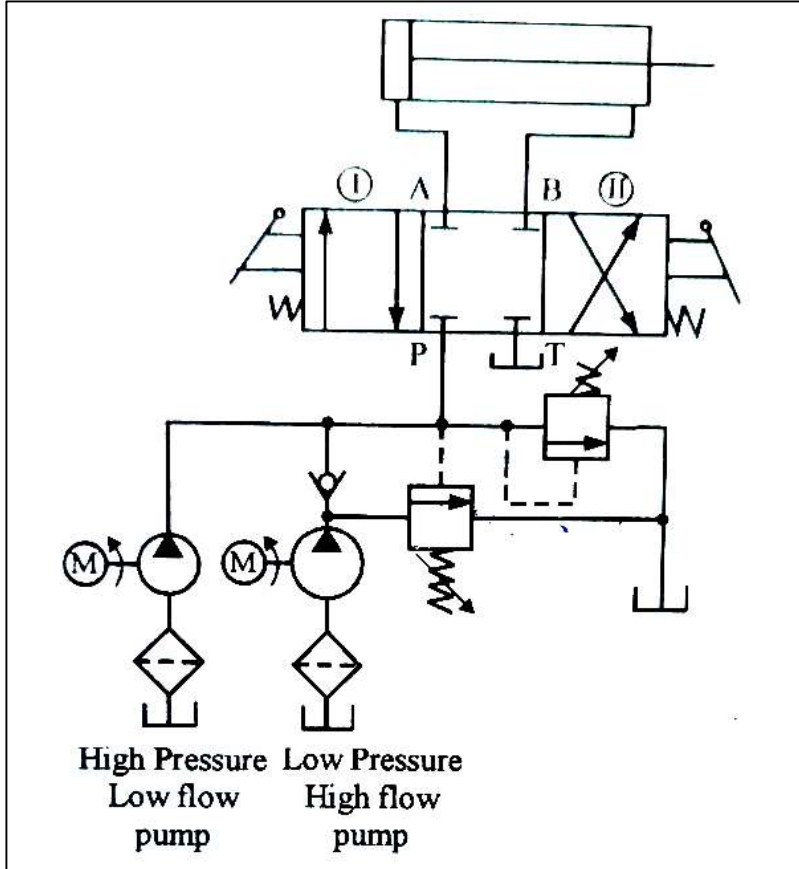

Fig 5.10
**5.2.2 टू पंप अनलोडिंग सर्किट:** या सर्किटमध्ये लो प्रेशर (LP) आणि हाय प्रेशर (HP) असे दोन पंप दिलेले असतात, जसे Fig 5.10 मध्ये दाखविले आहे. पंचला जलद हालचाल (rapid movement) आवश्यक असताना LP आणि HP दोन्ही पंप एकत्रितपणे ऑइल पुरवतात, ज्यामुळे पिस्टनचा रिट्रॅक्शन स्ट्रोक अँडव्हान्स कटिंग